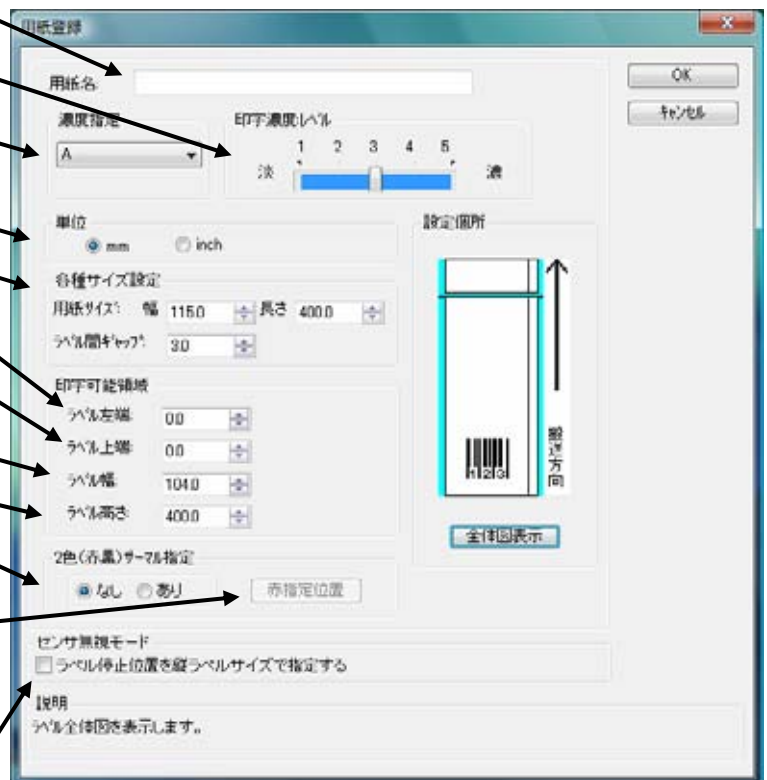
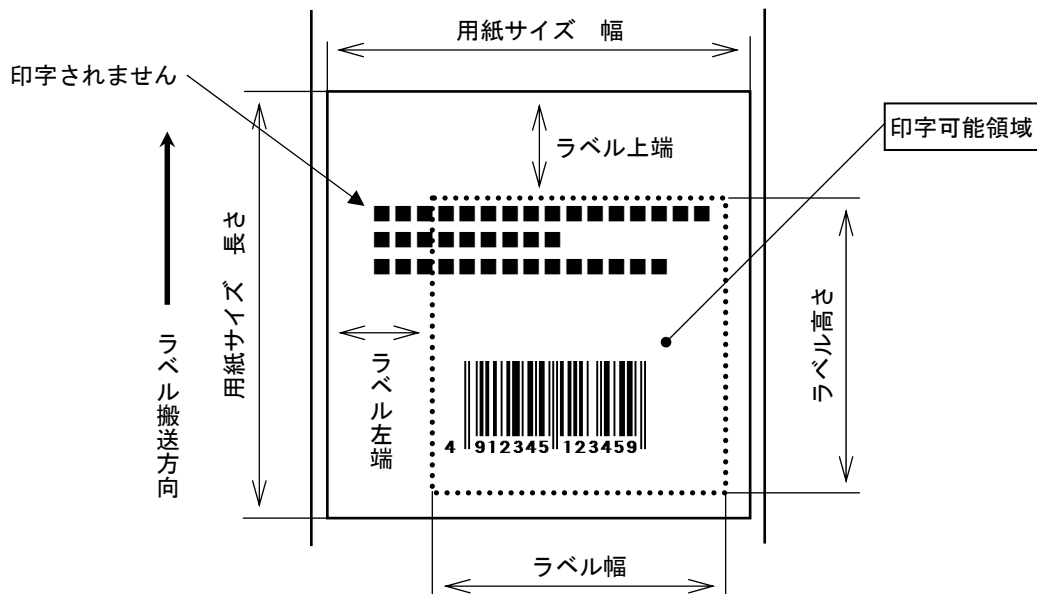

図 1.3.2. 「用紙登録」画面
図 1.3.10. プロパティにおける印字可能領域設定
- (1) 使用する用紙を選択します。使用する用紙が登録されていない場合は(5)「用紙登録」により登録してください。
- (2) 用紙搬送方向に対する印刷方向を設定します。
- (3) 印字レイアウトの基点を補正します。通常は0です*。
- (4) 各仕様のプリンタにおける、用紙搬送量を補正します。
- (5) 「用紙登録」ボタンをクリックすることにより、図 1.3.2 に示す「用紙登録」画面が表示されます。「用紙編集」をクリックした場合は「用紙名」に表示している用紙の編集になるだけで、設定内容は同じです。
- (6) チェックしておくことにより、「用紙登録」を選択した際の初期値に、「用紙名」に表示されている用紙の設定値を適用します（フリーサイズの設定値は適用できません）。
- (7) 「用紙名」に表示されている登録済み用紙を削除します。
プロパティの「用紙登録」における「印字可能領域」(図 1.3.2 参照)では、最大印字可能領域および使用する用紙の範囲内において、図 1.3.10 に示すように実際に印字される領域を自由に設定することができます(図 1.3.2 中の用語は図 1.3.2 の設定項目に対応しています)。通常は印字可能領域と用紙サイズは等しく設定します。